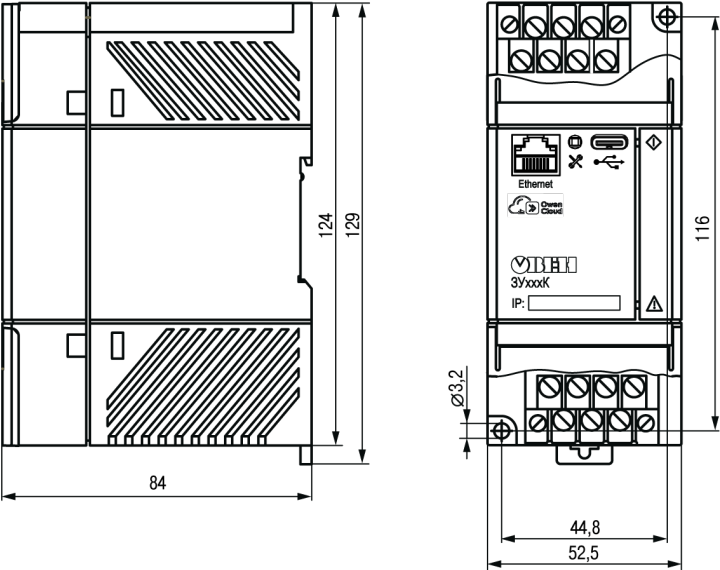
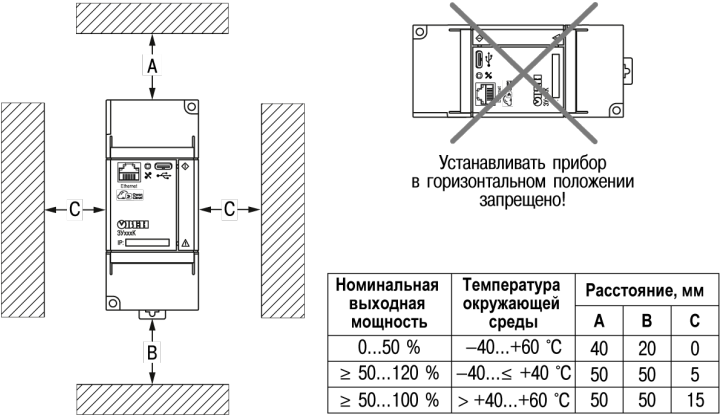

Рисунок 2 – Внешний вид, габаритные и установочные размеры прибора
Рисунок 3 – Рекомендации по размещению прибора
1. Убедиться в наличии свободного пространства для подключения прибора и прокладки проводов (см. рисунок 2 и рисунок 3). Подготовить место на DIN-рейке.
1. Убедиться в наличии свободного пространства для подключения прибора и прокладки проводов (см. рисунок 2 и рисунок 3).